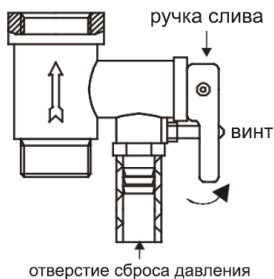

Рисунок 6
4. На входной патрубок, обозначенный голубым цветом и стрелкой направления течения воды, накрутите предохранительный клапан так, чтобы течение воды совпадало с направлением стрелки на корпусе клапана. На отверстие сброса давления предохранительного клапана (см. рисунок 6) оденьте дренажную трубку* для отвода воды (возможно появление при нагревании) в канализацию (трубку необходимо направить строго вниз и запрещено перегибать её).
6. Если не предусмотрен сливной кран-тройник (см. п. Подключение к водопроводной сети), воду можно слить через комбинированный предохранительный клапан: открутить винт ручки слива предохранительного клапана и перевести ручку слива в верхнее положение, при этом кран выхода горячей воды должен быть открыт, а кран подачи холодной воды в водонагреватель должен быть перекрыт (см. рисунок 6). Из отверстия сброса давления предохранительного клапана потечет вода. Никогда не сливайте воду, если ее температура выше 50°C, т. к. это может привести к ожогам.